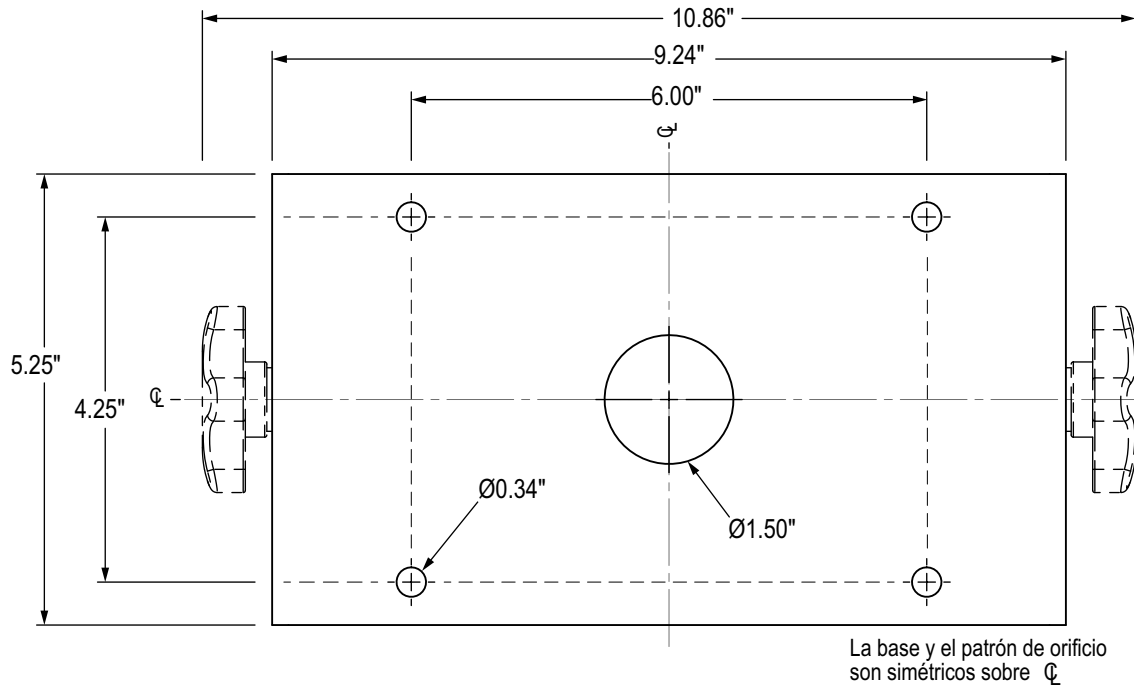

Figura 2-5. Dimensiones del patrón de orificios de la base inclinable universal
1. Con la base inclinable como plantilla, marque la posición de los tornillos. Consulte la Figura 2-5 en la página 19 para las dimensiones.